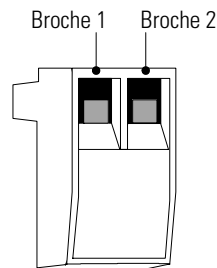

Figure 10. Connecteur REPO
3. Connectez des contacts isolés et secs ouverts normalement (fonctionnant à 60 Vcc maximum, 30 Vca RMS maximum et 20 mA maximum) sur les broches 1 et 2 de l'appareil REPO (voir Figure 10). Utilisez un câble tressé non blindé de taille 18-22 AWG (0,75 mm²-0 mm²).